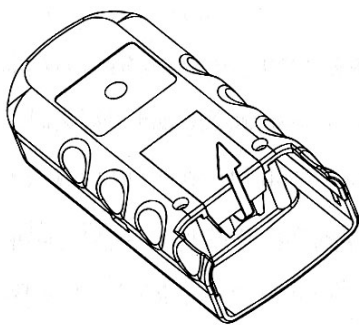

Рис. 5. Замена батареи
2. Снимите крышку отсека батареи (см. рис. 5).